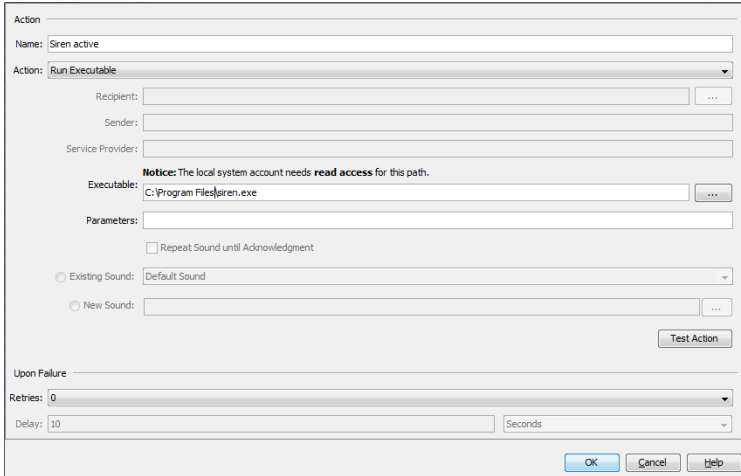

图 81: Configuration > Preferences > Basics > Event Actions > Actions, 用于应用程序 “siren.exe” 的 “Execute program” (执行程序) 操作的示例
- ▶ 执行程序 (参见 “在 Windows 系统下安装” 中的提示)。在下图 (参阅图 81) 中，您将以用户程序 “siren.exe” 为例。